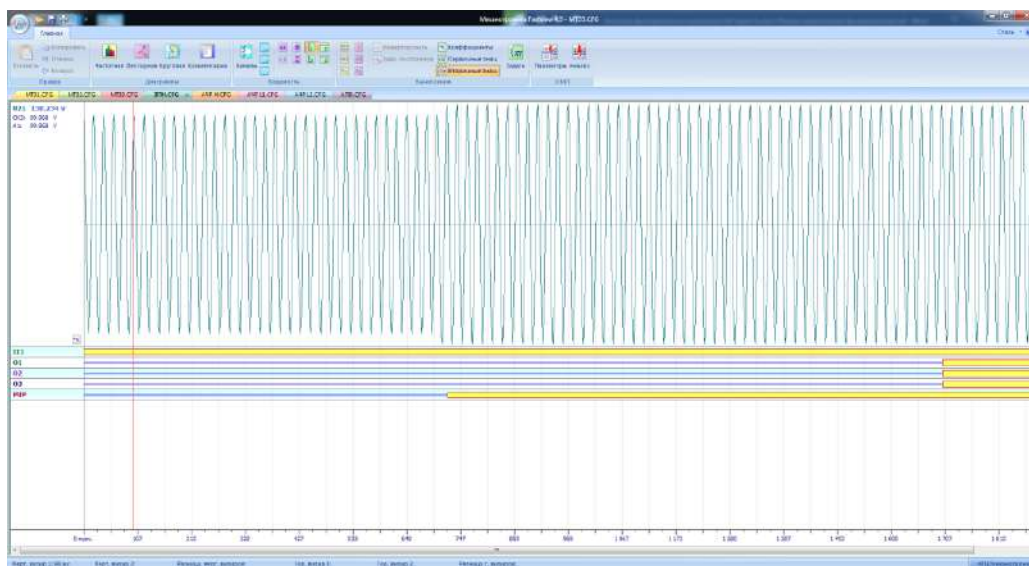

Рисунок 3.16 – Осциллограмма срабатывания ЗПН первой ступени
18. Открыть приложение FastView.exe, в меню программы выбрать пункт «Открыть» и выбрать сохраненные осциллограммы, результаты должны быть подобны изображениям на рис. 3.16–3.18. Полученные осциллограммы проанализировать и приложить к отчету по лабораторной работе.